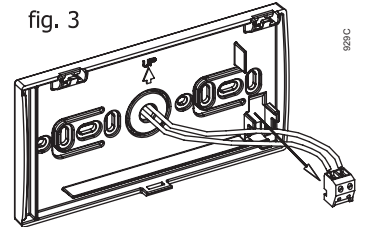

fig. 4
- Riporre la morsettieria nella sua sede e richiudere il controllo remoto (fig. 4);